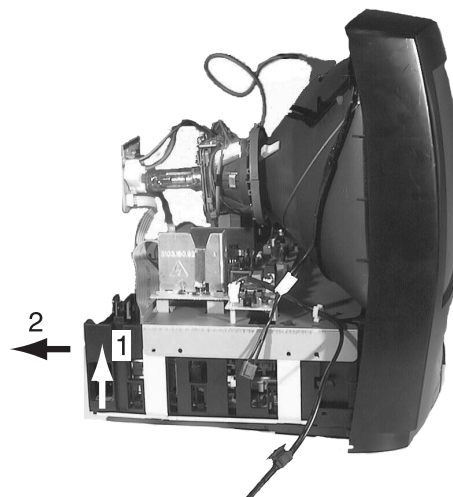

Figure 4-4
8. Soulevez légèrement l'unité TV/VCR à l'arrière et retirez-la précautionneusement hors de l'appareil (voir figure 4-4).